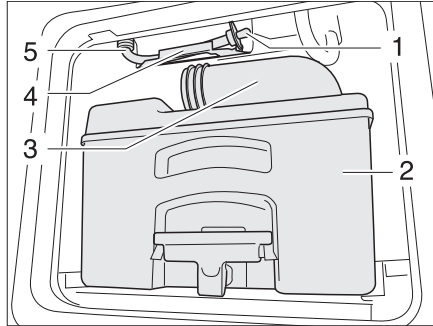

Fig. 358 Tubo de desagüe del depósito de agua del inodoro
- Vaciar el cassette (Fig. 358,2) en una estación de evacuación autorizada para ello y limpiarlo.
- Dejar el tubo de vaciado (Fig. 358,3) abierto.
- Sacar el tubo de desagüe (Fig. 358,5) de la sujeción (Fig. 358,4).
- Sacar el tapón de desagüe (Fig. 358,1) y dejar que salga el agua residual.